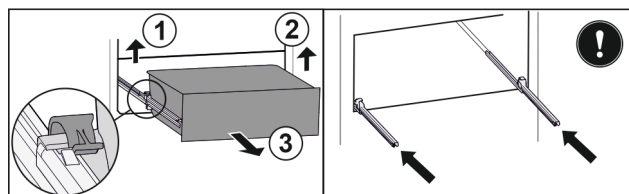

Fig. 183
- Lyft vänster klämma och dra samtidigt utdragslåda till vänster framåt. Fig. 183 (1)
- Lyft höger klämma och dra samtidigt utdragslåda till höger framåt. Fig. 183 (2)
- Ta ut utdragslåda genom att dra den framåt. Fig. 183 (3)